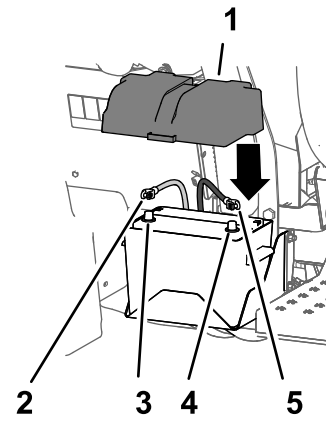

Figura 68
1. Collegate il cavo positivo della batteria al relativo polo positivo (Figura 68).
2. Collegate il cavo negativo della batteria al relativo polo negativo (Figura 68).
3. Allineate il coperchio della scatola della batteria e fissatelo con la cinghia (Figura 68).